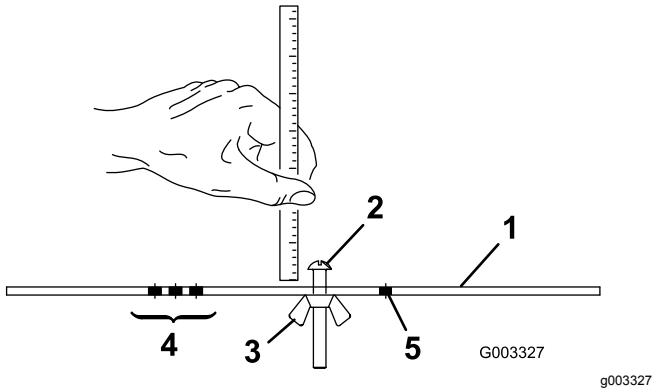

Bild 16
- Lösen Sie die Mutter an der Messlehre (Bild 16) und stellen die Stellschraube auf die gewünschte Schnitthöhe ein.